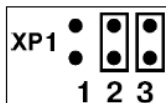

Рисунок 4.12
4.2.3 При необходимости изменения значения времени задержки включения реле после перегрузки по напряжению $T_{\text{вкл } U}$ установите на коммутаторе ХР1 переключки в положение «2» и «3» (см. рисунок 4.12).